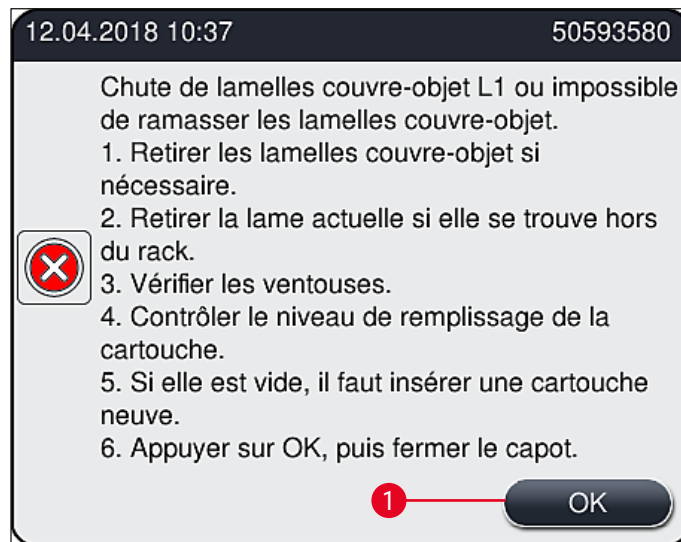

Fig. 111
Si le **module Pick&Place** perd une lamelle couvre-objet pendant le transport vers la lame ou si le **module Pick&Place** n'arrive pas, après 3 tentatives, à enlever de la cartouche des lamelles une lamelle qui s'y trouve, l'utilisateur est prévenu par un message d'erreur (→ Fig. 111).
- ① Si ce message (→ Fig. 111) s'affiche, l'utilisateur doit d'abord contrôler si une lamelle couvre-objet a été perdue lors du transport vers la lame ou si le **module Pick&Place** a été incapable de sortir une lamelle de la cartouche des lamelles.